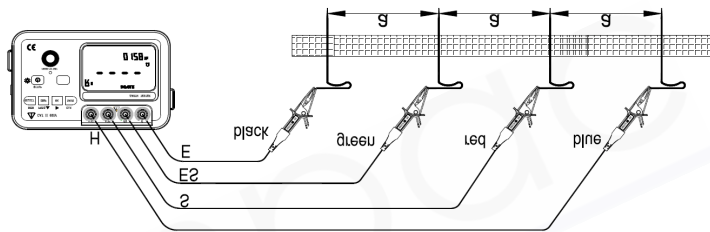

Figura 10
2. Conexão das Hastes de Aterramento Auxiliares e Fios de Teste (veja a figura 10).